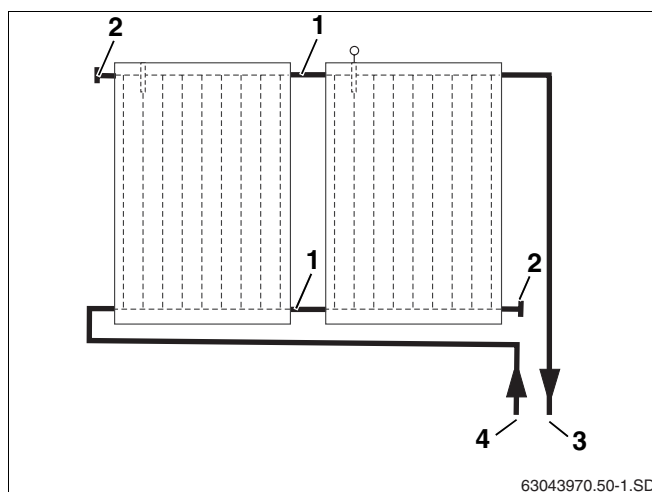
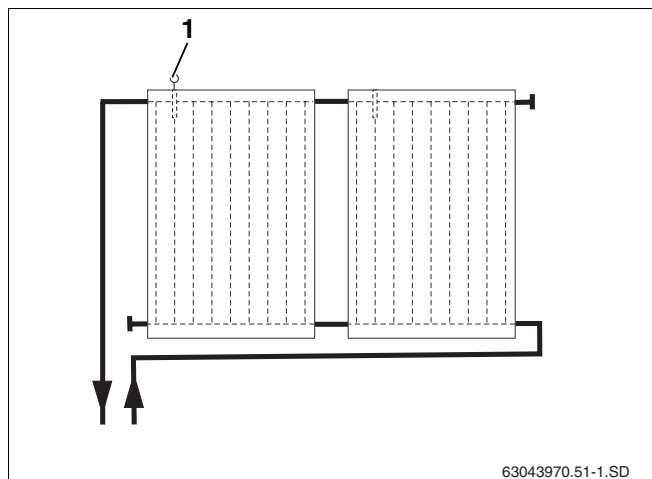

Fig. 40 Allacciamento idraulico – Tubazione di mandata a destra
Fig. 41 Allacciamento idraulico – Tubazione di mandata a sinistra
Il campo di collettori deve essere collegato ai tubi secondo il principio di Tichelmann. Ciò assicura che ciascuno dei collettori riceva la stessa portata in volume (fig. 40).
La tubazione di mandata può essere collocata in alto a destra (fig. 40) o a sinistra (fig. 41). In queste istruzioni, la tubazione di mandata è stata rappresentata sul lato destro.
I collettori devono essere montati in maniera tale che i passanti per la sonda dei collettori (fig. 41, **pos. 1**) siano nella parte superiore.